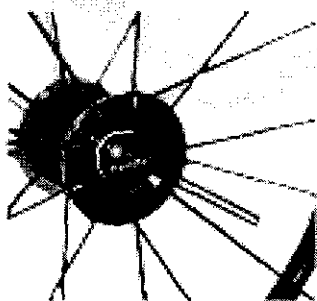

Fig. 24
Desmontaje / Montaje (Fig. 24, 25 y 26)
- 4) Afloja las ruedas motrices presionando el botón en el centro del cubo, véase la Fig. 24. Después, tira de la rueda de forma recta hacia fuera.